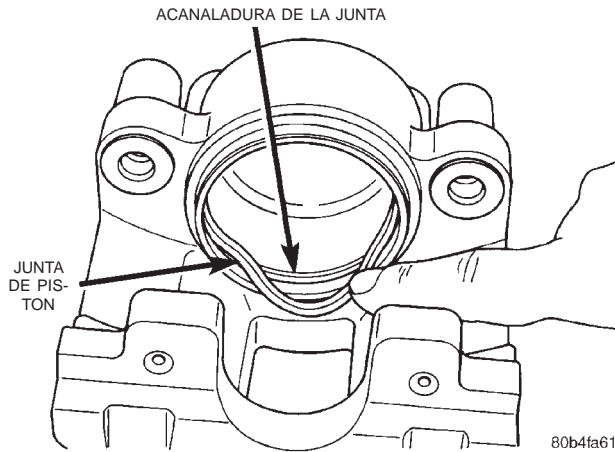

Fig. 77 Instalación de la junta de pistón
(1) Lubrique los pistones del calibrador, las juntas de pistón y los huecos de pistón con líquido de frenos limpio.
(2) Instale juntas de pistón nuevas dentro de la acanaladura del pistón empleando los dedos (Fig. 77).